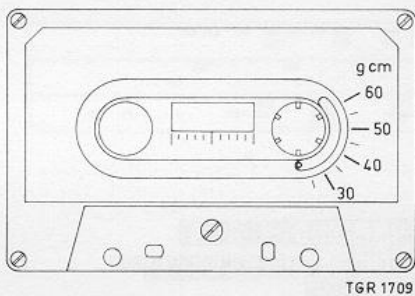

Fig. 6
- Leg een frictiemeetcassette (4822 395 80037, zie fig. 6 in het apparaat (eerst apparaat uitkasten)